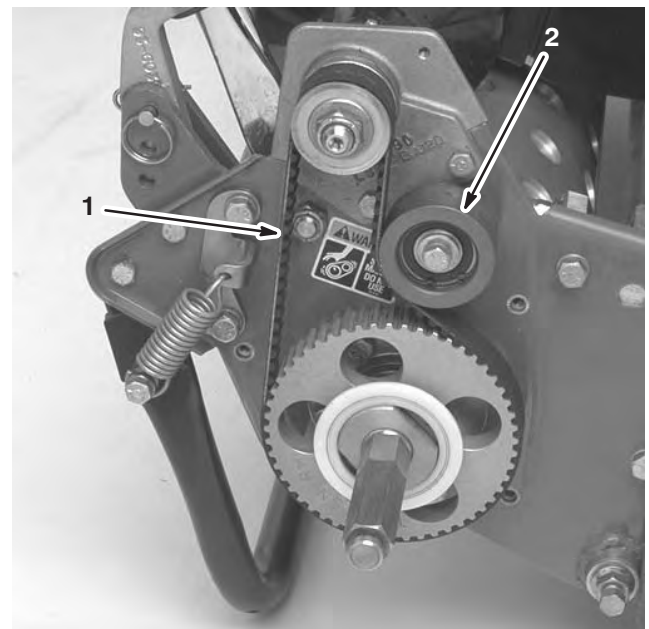

Bild 37
2. Lösen Sie die Befestigungsmutter der Spannscheibe und drehen Sie die Spannscheibe im Uhrzeigersinn gegen die Rückseite des Riemens, bis Sie die gewünschte Riemen Spannung erzielt haben (Bild 37).